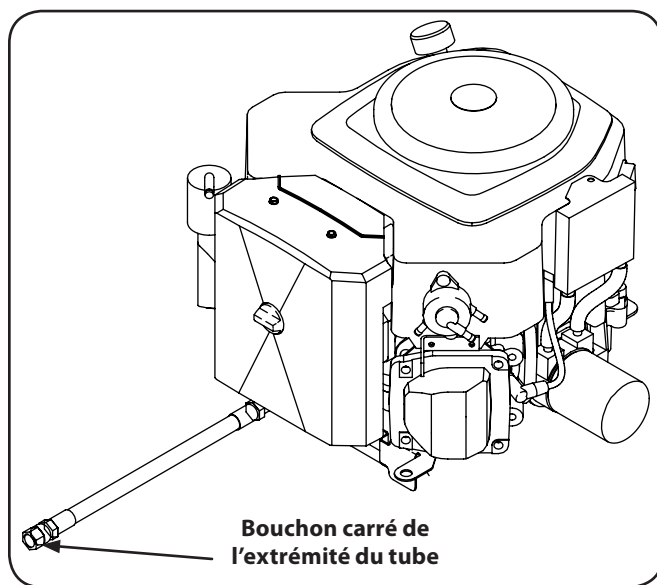

Figure 6-1
4. Tenez l'extrémité libre du tube de vidange de l'huile dans le récipient prévu pour l'huile usée et dévissez le bouchon carré de l'extrémité du tube. Voir la Figure 6-1. Laissez couler l'huile dans le récipient.